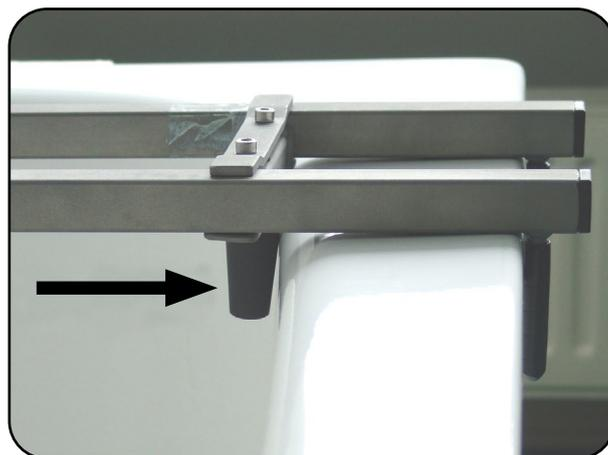
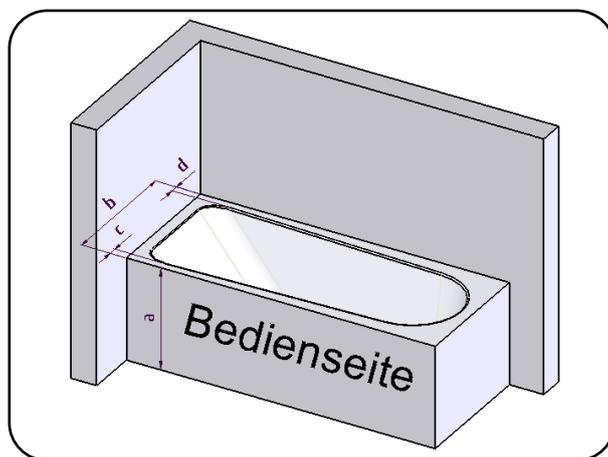

Abb. 6.3.04 – Begrenzungskegel anschrauben
Abb. 6.3.06 – Abmessungen der Badewanne
- Legen Sie die Wannenauflage auf die Wanne auf (Abb. 6.3.03). Dabei muss der Anschlagbügel auf der Bedienseite der Wanne am Wannenrand anliegen (Abb. 6.3.01, Abb. 6.3.02, Abb. 6.3.03, Abb. 6.3.04 und Abb. 6.3.06).
3. Schieben Sie den Begrenzungskegel an die Innenseite des Wannenrands und ziehen Sie die 2 Befestigungsschrauben fest an (Abb. 6.3.04).
Beachten Sie dabei die erforderliche Wannenrandbreite **d** (Tabelle Standardmaße einer Badewanne für die teleskopierbare Wannenauflage und Abb. 6.3.06). **Sie darf nicht unterschritten werden!**